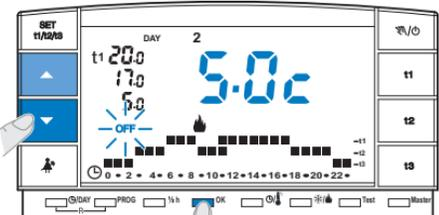

fig. 36
- En appuyant sur les touches  , changer l'état de la fonction (fig. 36).